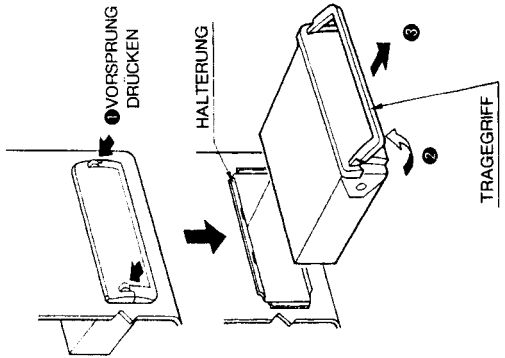

Abb.1
2. Zum Hockklappen des Tragegriffes seinen Vorsprung drücken. (Abb. 1. ① ②)
3. Das Gerät am Tragegriff aus seiner Halterung ziehen (Abb. 1. ③).